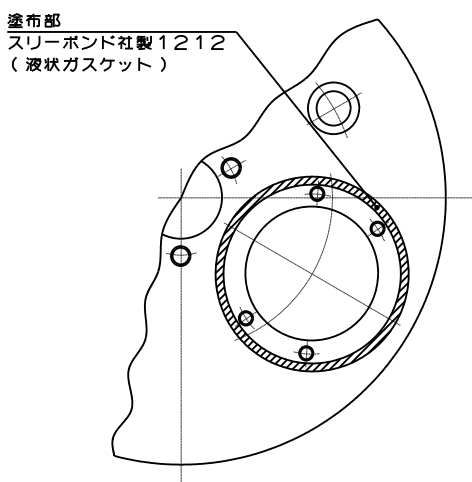

図 4-4
- ⑦ボデーと球面ブッシュ嵌合部の古い液状ガスケットを取り除き、水分・汚れ等を拭き取った後、“スリーボンド社製1212(液状ガスケット)”を塗布して下さい。(図 4-4 参照)
- ⑧治具にセットされた球面ブッシュとマスタジョーをはめ込みます。マスタジョーのキーをベアリングのキー溝に合わせ込みながら、ボデー嵌合穴に球面ブッシュをはめ込み、治具の前面をたたきながらはめ込んで下さい。治具の後端部がボデー前面に接触した時点で球面ブッシュのボルト穴位置を合わせ、ボルトで仮締めして下さい。ここで治具を球面ブッシュから外し、ボルトを締付け下さい。(グリース不足時は、チャック外周のネジ穴より、六角穴付止ネジを取り外し、外周部のグリースニップルよりグリースガンを使用し前記ネジ穴からグリースが出るまでグリースを給油し、その後プラグを取付けて下さい。)